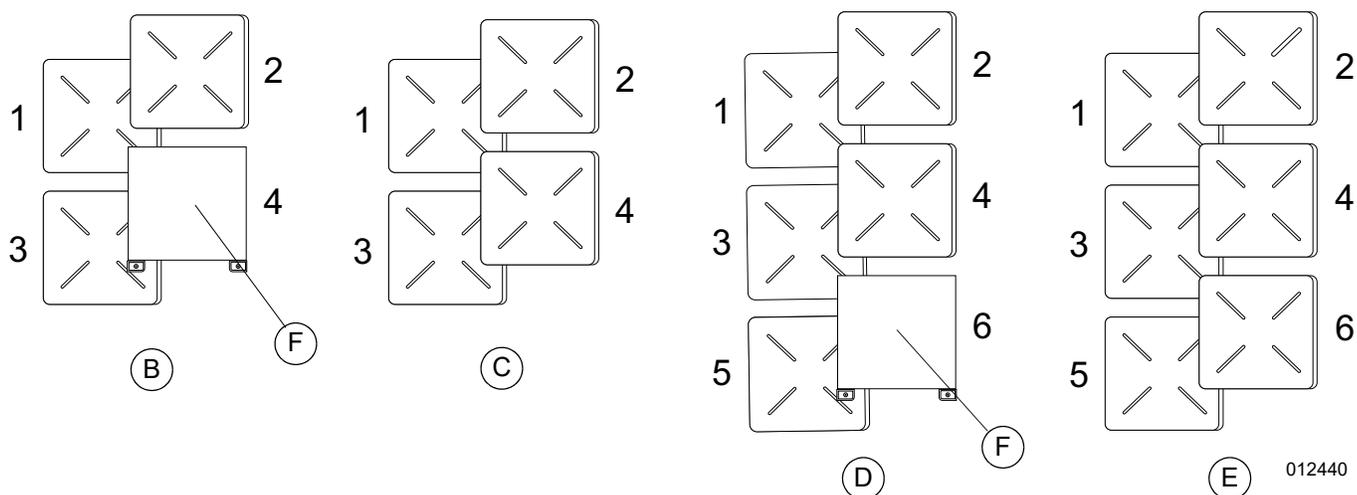
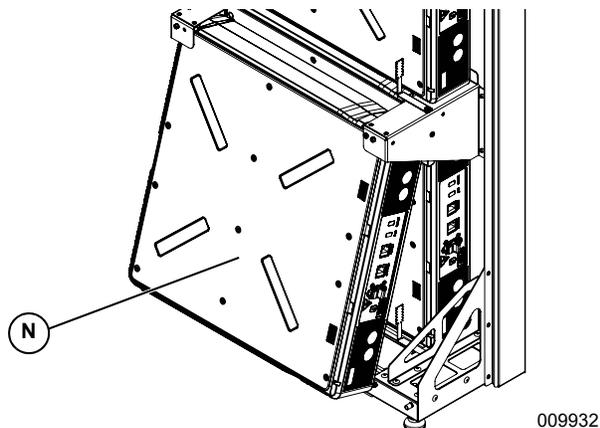

Figura 4-17. Orden de instalación de los módulos de la batería y los separadores
Figura 4-21. Instalación de los módulos delanteros de la batería
- Consulte la **Figura 4-17** para conocer el orden de los módulos de la batería y la instalación del separador para PWRcell M3 (B), PWRcell M4 (C), PWRcell M5 (D) y PWRcell M6 (E).
Consulte la **Figura 4-21**. Instale los módulos delanteros de la batería (N) con el mismo procedimiento que se usó en los módulos traseros. Consulte la **Figura 4-17. Orden de instalación de los módulos de la batería y los separadores**.